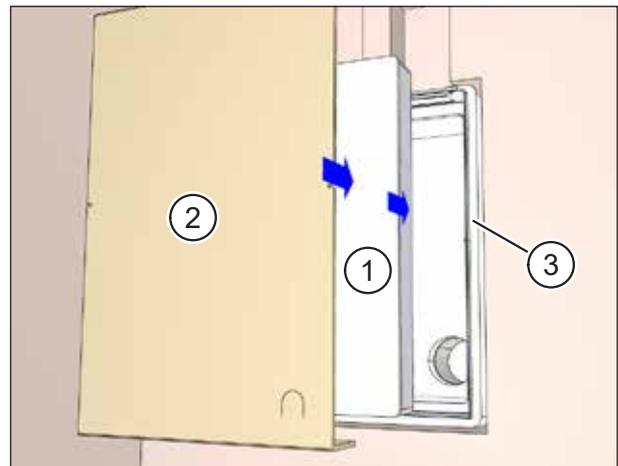

Abb. 23: Schutzdeckel und Putzschutzdeckel einsetzen
- ▶ Setzen Sie den Schutzdeckel (Pos. 1 in Abb. 23) in den Mauerkasten (Pos. 3 in Abb. 23) ein.
- ▶ Setzen Sie den Putzschutzdeckel (Pos. 2 in Abb. 23) in den Mauerkasten (Pos. 3 in Abb. 23) bis zum Anschlag ein.